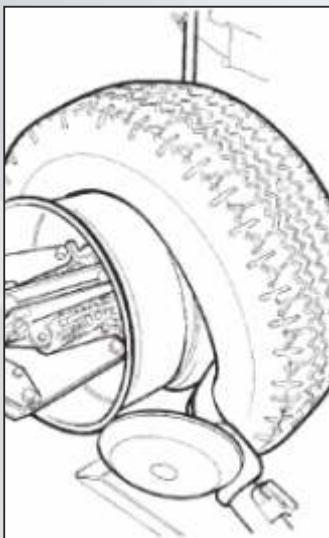

Рисунок 18
- поверните съемный рычаг на 180° и вставьте его между диском и бортиком (см. рис.18). Перемещайте его, пока бортик не окажется на краю диска (лучше делать это на врачающемся колесе).